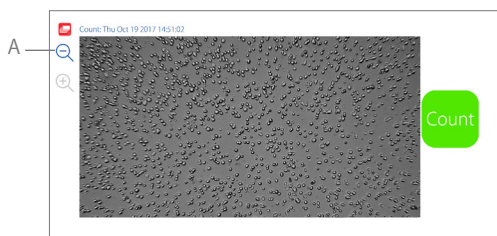

図17. CytoSMART™ Cloud Appのライブ画面
ロード済みのカウンティングチャンバーをCorning®セルカウンターにセットすると、ライブ画面に細胞サンプルの画像が表示されます (図17)。
2. 画像をチェックして、焦点が合っていることを確認します。必要に応じて焦点を設定し直します。スタート画面でCount (カウント) を選択します (図17)。